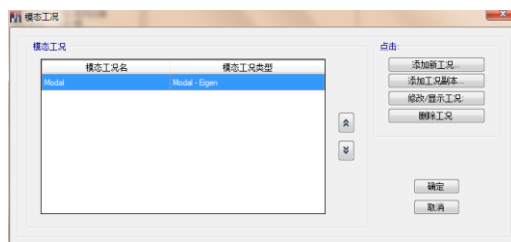

图 4-23 模态工况对话框
1. 点击菜单：**定义>模态工况**命令，出现如图 4-23 所示的**模态工况**对话框。程序默认的定义了一个名为 **Modal** 的模态工况。